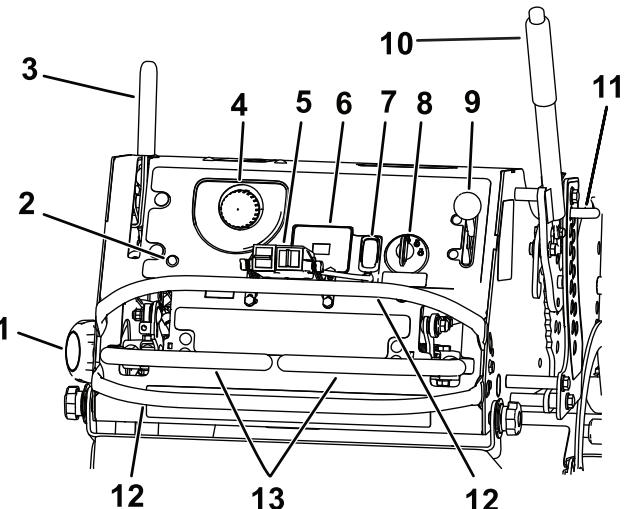

Figura 4
Si se detecta un problema o una avería en el sistema, se enciende el indicador de avería (IA) (Figura 4).
El mando de la toma de fuerza (TDF) se utiliza para engranar y desengranar las cuchillas de la segadora o arrancar y parar accesorios motorizados (Figura 4); consulte Uso del mando de la toma de fuerza \(TDF\) \(página 16\).
El acelerador controla la velocidad del motor y tiene un ajuste variable continuo de LENTO a RÁPIDO (Figura 4).
Las palancas de control de movimiento se utilizan para conducir la máquina hacia adelante, hacia atrás y girarla en ambos sentidos (Figura 4).